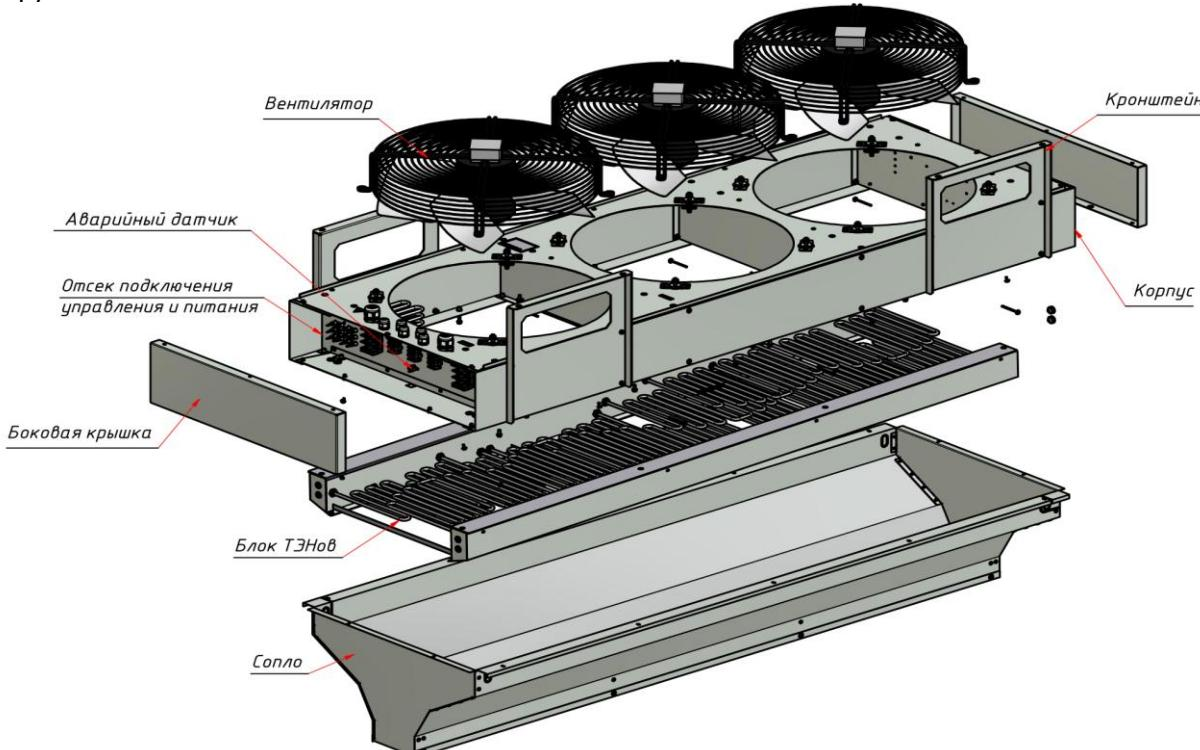

Рис. 1 5.3 Управление завесами
5.1 Завеса состоит из прочного корпуса, выполненного из оцинкованной или нержавеющей стали. Корпус оборудован специальными осевыми вентиляторами, обеспечивающими необходимый расход воздуха. Внутри корпуса расположены трубчатые электронагревательные элементы (ТЭНЫ) (рис.1).